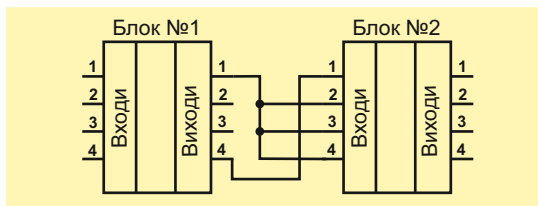

Рис. 8
На рис. 8 видно, що вихід 1 блоку №1 підключений відразу до 3-х входів блоку №2.
7.3.11 Програмування (з'єднання виходів і входів функціональних блоків) здійснюється за допомогою піктограми **З'єднати** (див. пункт 7.3.6). Оскільки умовно входи блоків знаходяться ліворуч, а виходи праворуч (Рис. 8), а програма пишеться зліва направо (тобто, виходи блоків підключаються до входів), то при виборі двох блоків, котрі необхідно з'єднати зв'язками, спочатку в схемі обирається блок-джерело сигналу, далі натискається піктограма **З'єднати**, а потім обирається блок-приймач сигналу (зв'язку).